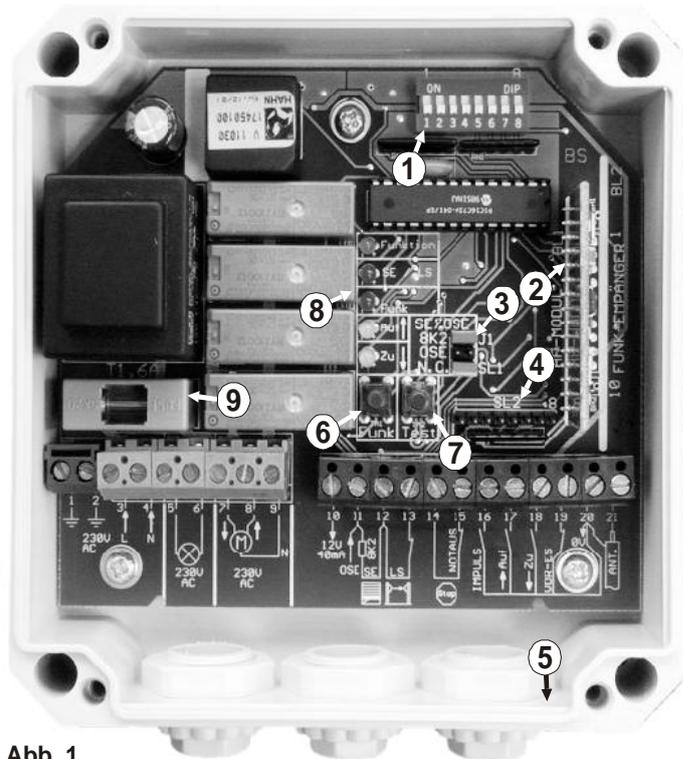

Abb. 1
5.0. Funktionen der DIP-Schalter (Lage siehe Abb. 1 S. 4)